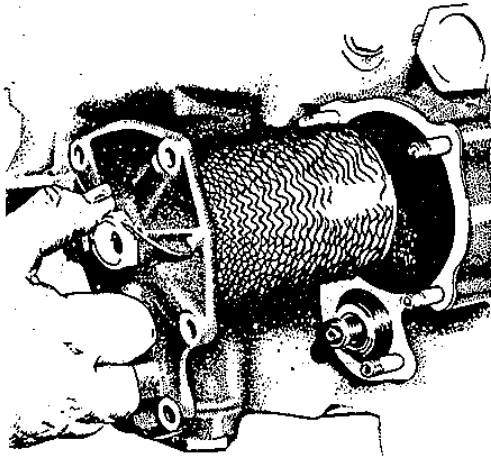

Figura 6-31 Removendo o conjunto do filtro de óleo.
2. Remover a tampa e o conjunto do filtro (figura 6-31). Descartar o anel de vedação antigo.